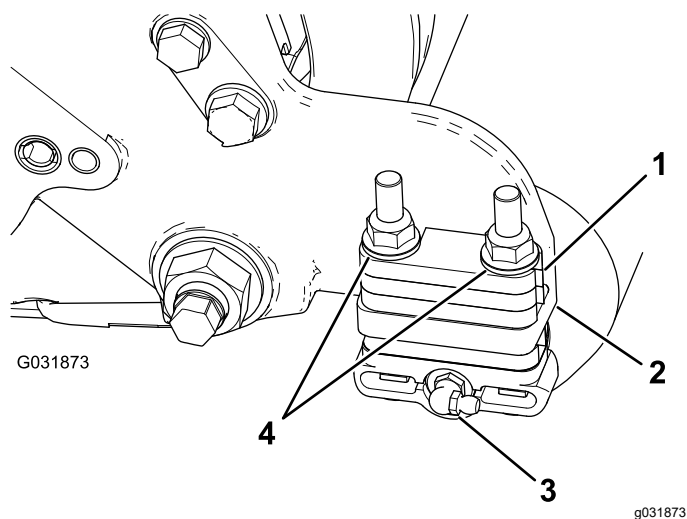

図 8
2. グリスフィッティング 90度を後ろ向きに取り付ける 図 8。
3. 各ローラブラケットをサイドプレートに固定している 2 本のフランジロックナットとワッシャを外す 図 8。